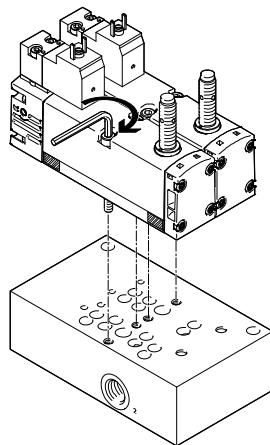

Fig. 11 Infästning av magnetventilerna på styrblocket
7. Sätt magnetventilen på styrblocket (➔ Fig. 11) och dra åt de två fästsprövarna med en insexfnyckel NV3 (tillåtet åtdragningsmoment: 2 Nm ± 10 %).